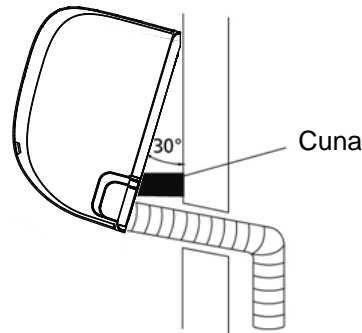

Fig. 4.12
2. Utilice un soporte o una cuña para apuntalar la unidad, lo que le dará suficiente espacio para conectar las tuberías del refrigerante, el cable de señal y la manguera de drenaje. Véase ejemplos en la Fig. 4.12.